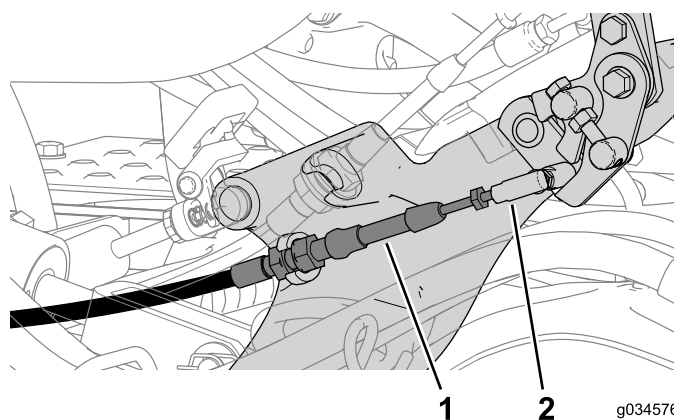

Figura 24
- Collegate il cavo di blocco in folle al dispositivo di cambio a pedale (Figura 24).